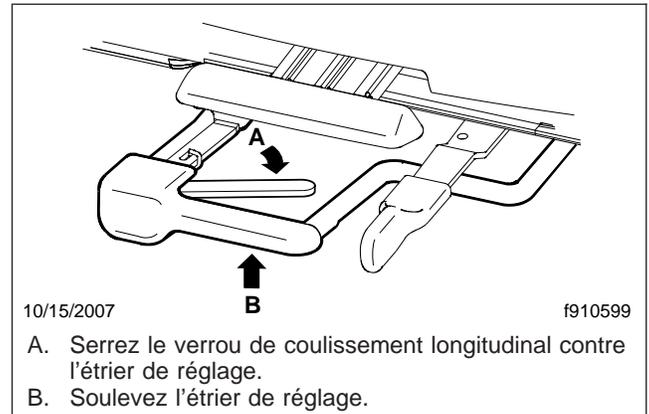

Fig. 6.4, Réglage de la position longitudinale du siège Sears Atlas
2. Réglage de la position longitudinale du siège—Pour régler la position longitudinale de tout le siège, serrez la manette de coulissement longitudinal contre l'étrier de réglage et levez l'étrier; voir la **figure 6.4** Faites glisser le siège vers l'avant ou vers l'arrière à la position voulue. Relâchez l'étrier et le verrou de coulissement